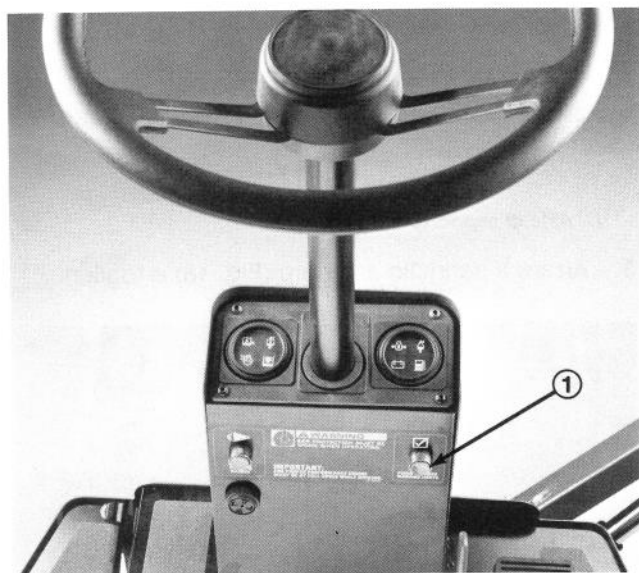

Fig. 14
1. Innestare il freno di stazionamento, quindi girare la chiave di accensione su ON e premere il pulsante delle spie (Fig. 14). Tutte le spie si accendono e suona l'allarme acustico.